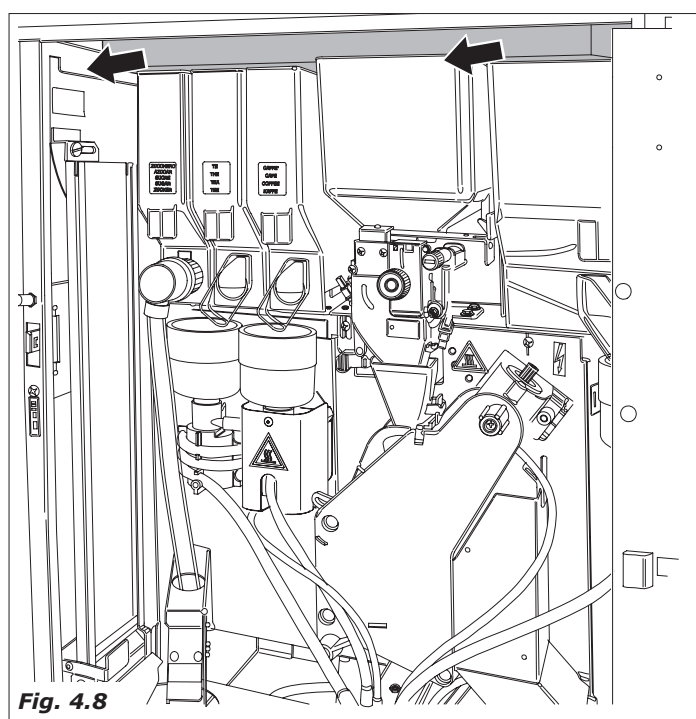

Fig. 4.8
- Togliere i polistiroli che bloccano i contenitori prodotti (Fig.4.8).